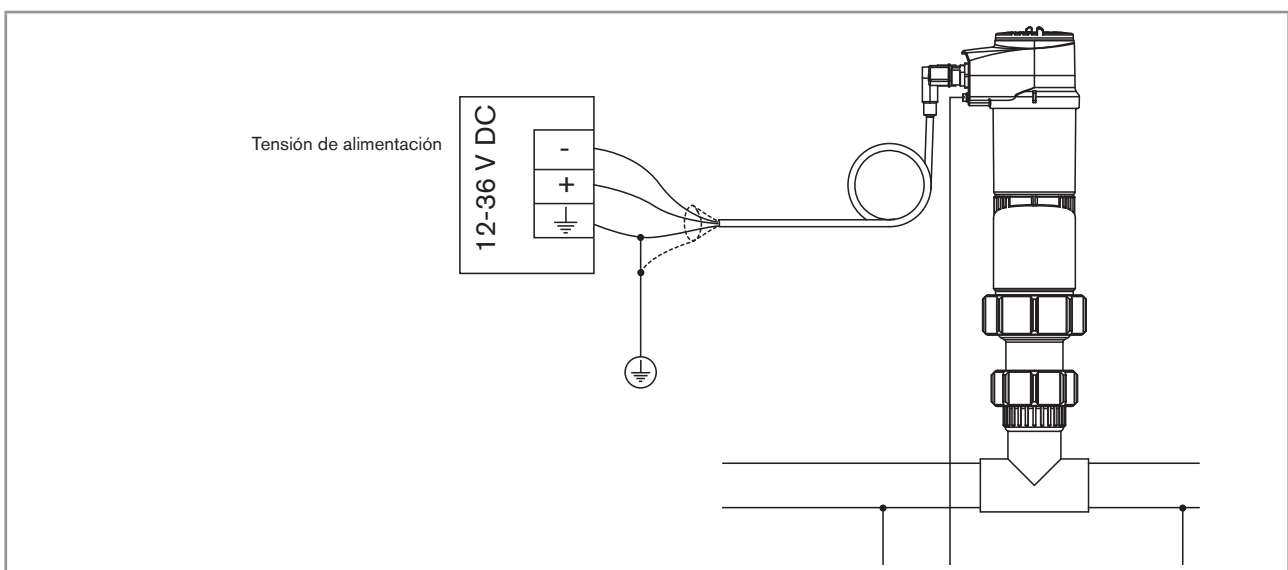
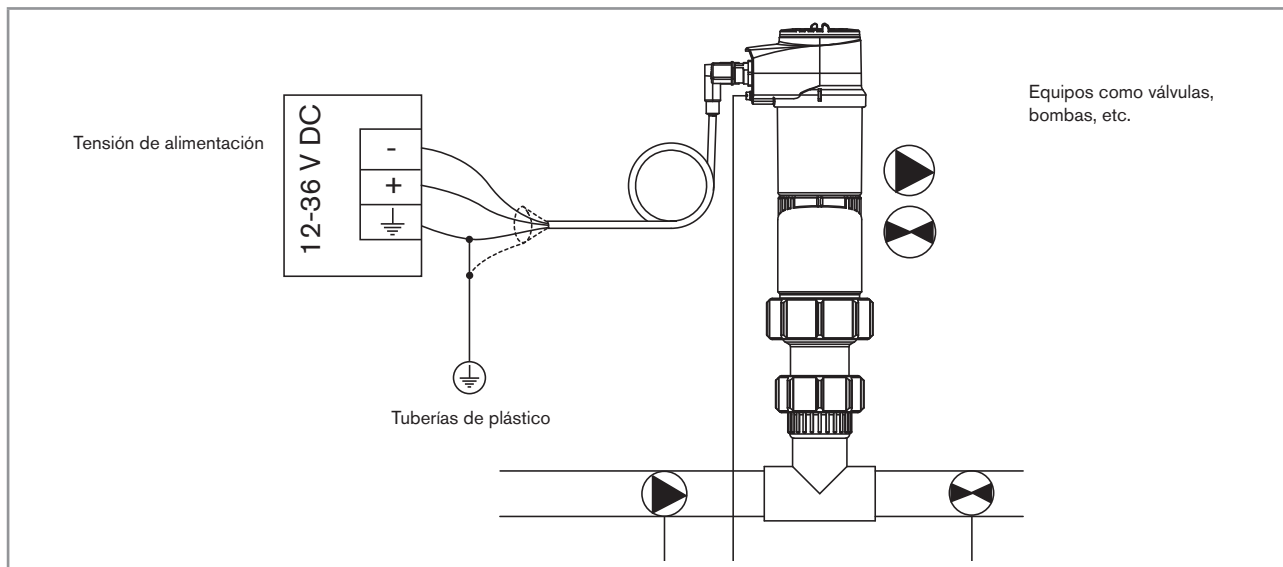

Fig. 18 Diagrama esquemático de equipotencialidad con tuberías de metal
Fig. 19 Diagrama esquemático de equipotencialidad con tuberías de plástico
- Compruebe que las tomas de tierra del apantallamiento del cable de alimentación no presenten defectos (consulte la Fig. 18 y la Fig. 19).
- Se debe prestar especial atención a los equipos instalados en tuberías de plástico, porque en estos casos no es posible hacer una conexión a tierra directa. Para hacer una toma de tierra correcta, conecte entre sí los dispositivos metálicos situados lo más cerca posible del equipo; por ejemplo, bombas o válvulas (consulte la Fig. 19).